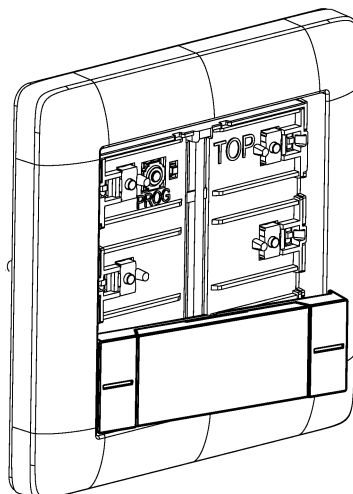

Figura 6: Colocar el interruptor basculante de mando de lado
- Colocar el interruptor basculante de mando de lado (véase figura 6).